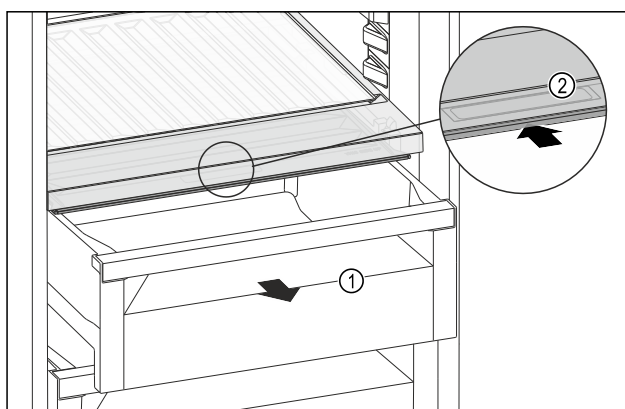

Fig. 119
- Schuifvak Fig. 119 (1) uittrekken.
- Greeplijst Fig. 119 (2) op het vakdeksel vastpakken en het vakdeksel gelijktijdig naar achteren schuiven.